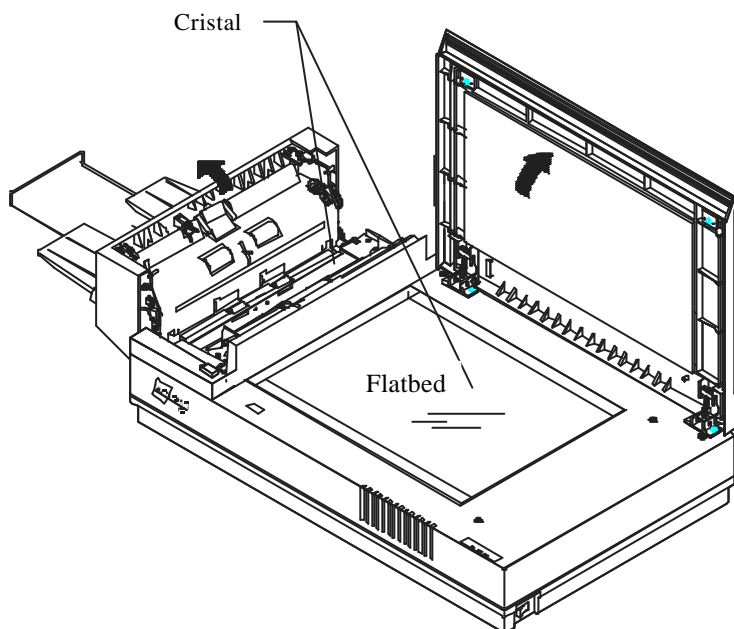

Figura 4-2 Zonas de limpieza
- 2} Abra la tapa Superior y la del ADF, ver Figura 4-2. Limpie el cristal del escáner “Flatbed” y de la zona del ADF.